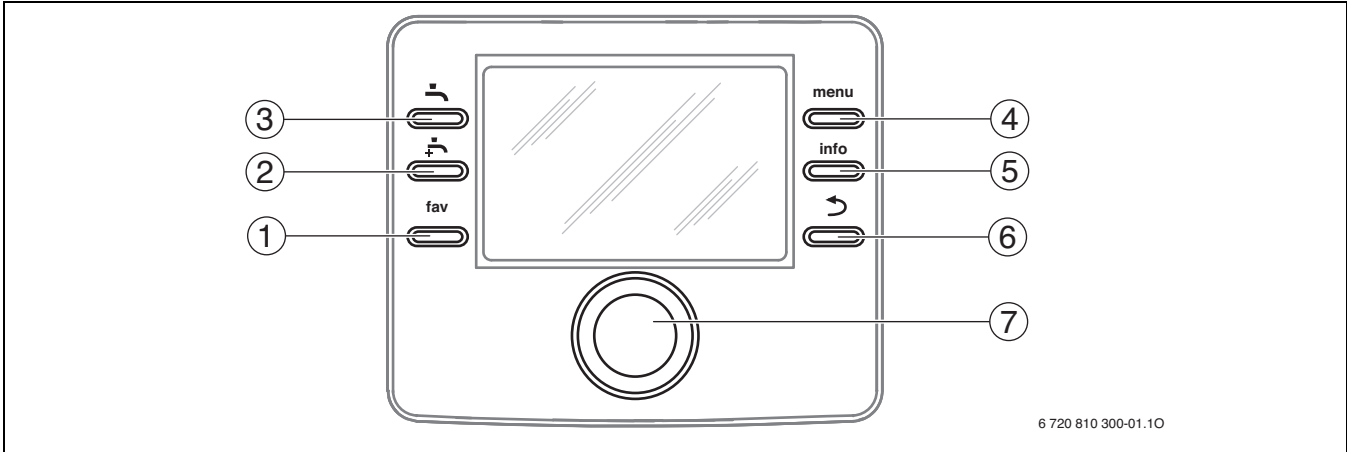

Bild 4 Bedienelemente
▶ Warmwasser-Taste und Auswahlknopf drücken und einige Sekunden gedrückt halten, um die Tastensperre ein- oder auszuschalten. Wenn die Tastensperre aktiv ist, wird im Display das Schlüssel-Symbol angezeigt (→ Bild 4 [5], Seite 6).